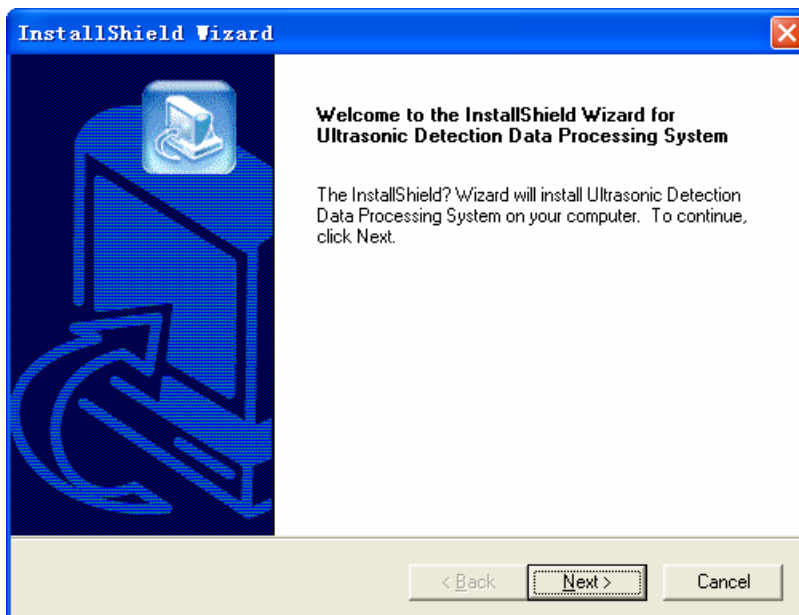
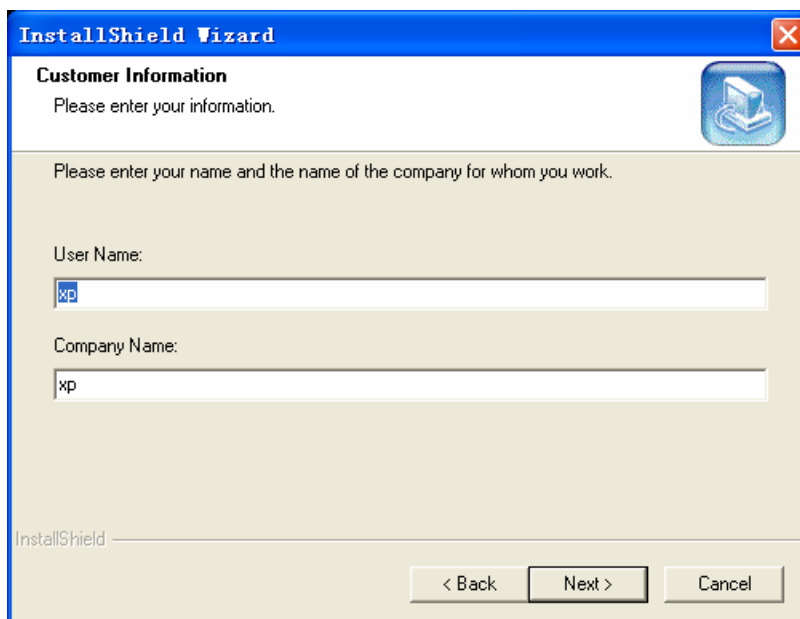
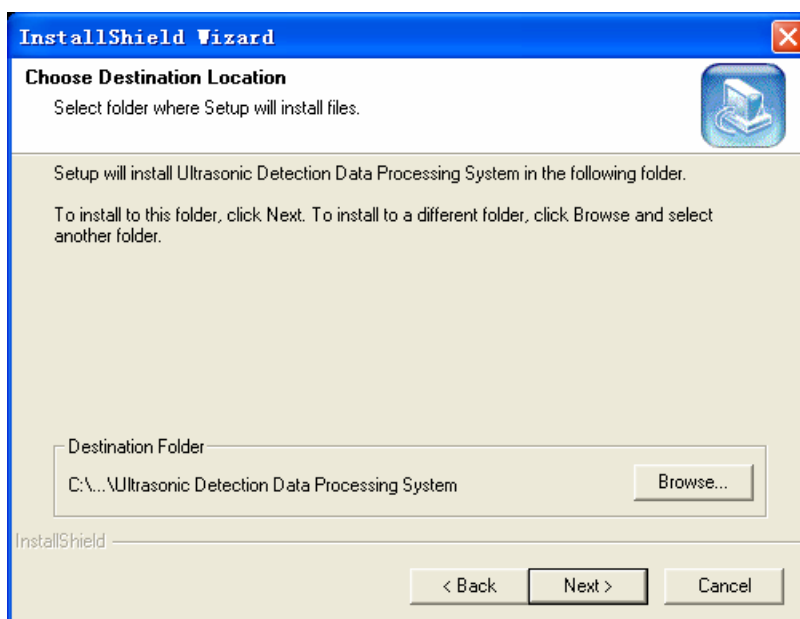
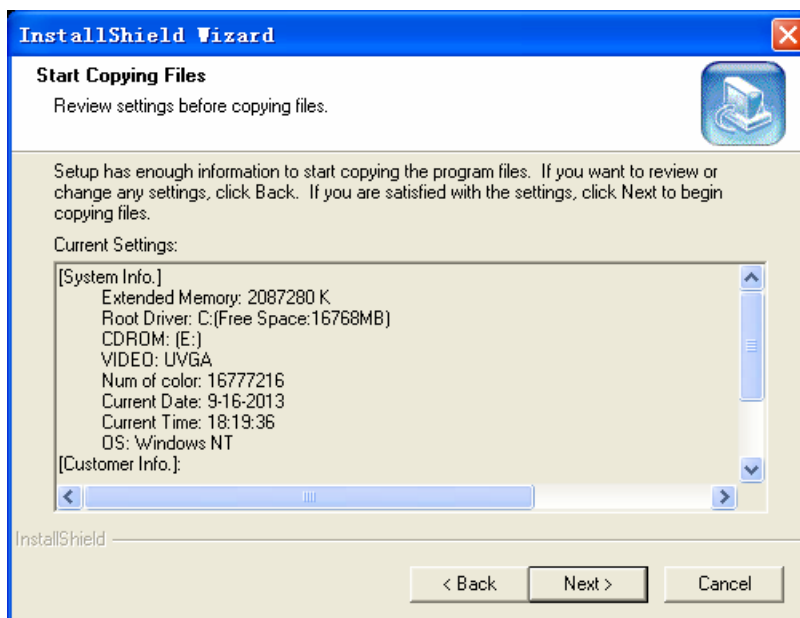

Figura 2.2 Schermata di introduzione
Figura 2.3 Finestra di dialogo Informazioni utente
Figura 2.4 Finestra di dialogo delle impostazioni del percorso di installazione
Figura 2.5 Finestra di dialogo di navigazione delle impostazioni
Attendi qualche minuto e vedrai la schermata di introduzione come mostrato in Figura 2.2.
2. Per uscire dalla configurazione, fare clic su **Cancel** nella schermata di introduzione. Fare clic su **Next** per visualizzare la finestra di dialogo di licenza del protocollo software (come mostrato in Figura 2.3).
3. Dopo aver immesso le informazioni dell'utente nella finestra di dialogo mostrata nella Figura 2.3, fare clic su **Back** per tornare all'interfaccia mostrata nella Figura 2.2.
Fare clic su **Cancel** per uscire dalla configurazione oppure fare clic su **Next** per visualizzare la finestra di dialogo per l'impostazione del percorso di installazione (come mostrato nella Figura 2.4).
4. Fai clic su **Browsing** nella finestra come mostrato in Figura 2.4 per selezionare il percorso di installazione. Dopo aver terminato l'impostazione, fare clic su **Back** per tornare all'interfaccia mostrata nella Figura 2.3; fare clic su **Cancel** per uscire dalla configurazione; fare clic su **Next** per visualizzare la finestra di dialogo delle impostazioni di navigazione (come mostrato in Figura 2.5).
5. Nella finestra di dialogo mostrata in Figura 2.5, fare clic su **Back** per tornare all'interfaccia mostrata nella Figura 2.4; fare clic su **Cancel** per uscire dalla configurazione; fare clic su **Next** per iniziare a copiare i file,